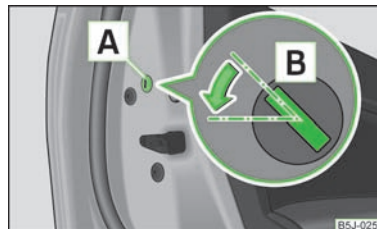

Fig. 13
- Démontez le cache [A] » fig. 13.